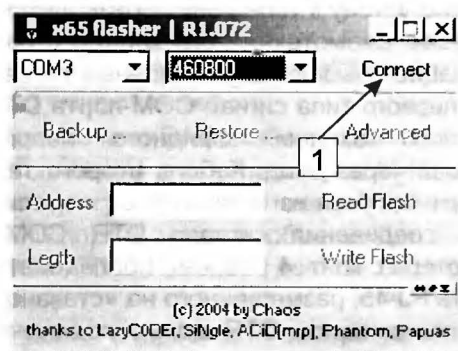

Рис. 1.1.13. Программа x65flasher
8. В основном диалоговом окне x65flasher выбирают COM-порт ПК и нажимают кнопку «Connect» (1 на рис. 1.1.13). После этого начнется